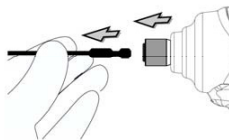

Рис. 2
2. Чтобы извлечь биту, потяните фиксатор в направлении стрелки и вытащите биту, крепко удерживая ее. (Рис. 2).